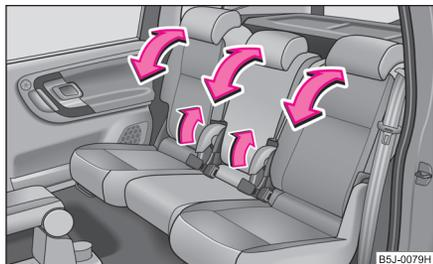

Abb. 51 Einstellung der Sitzlehne
- Ziehen Sie den Hebel ⇒ Abb. 51 und stellen Sie die gewünschte Neigung der Sitzlehne ein. ■
- Ziehen Sie den Hebel ⇒ Abb. 51 und klappen Sie die Sitzlehne vollständig nach vorn.